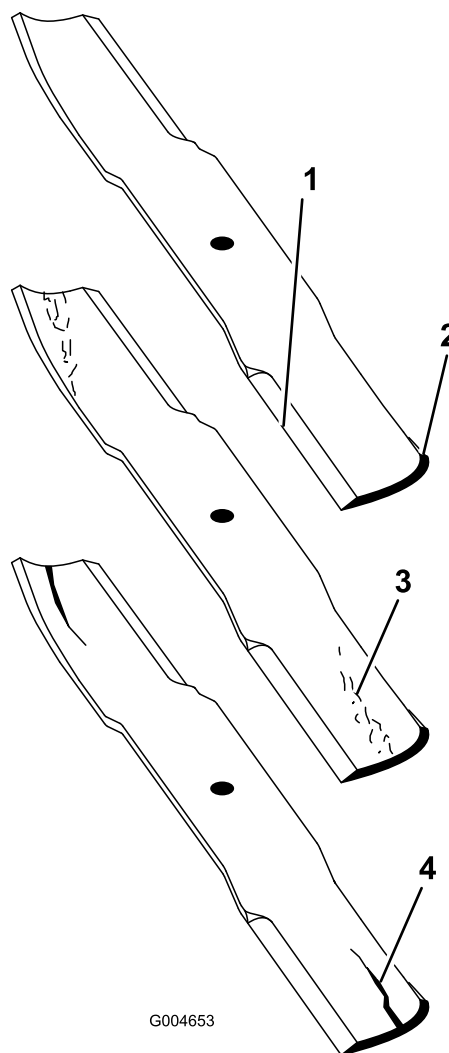

Figura 131
2. Verificate accuratamente i taglienti, con particolare attenzione ai punti d'incontro delle sezioni piatta e curva della lama (Figura 131).
**Nota:** Sabbia e materiali abrasivi possono consumare il metallo che connette le sezioni piatta e curva della lama, per cui si consiglia di controllare la lama prima di usare il tosaerba. Se notate dell'usura (Figura 131), sostituite la lama.